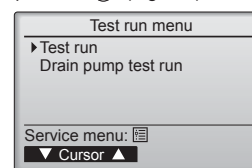

Fig. 6-4
- ④ Selezionare "Test run" (Prova di funzionamento) con il pulsante [F1] o [F2], quindi premere il pulsante . (Fig. 6-4)